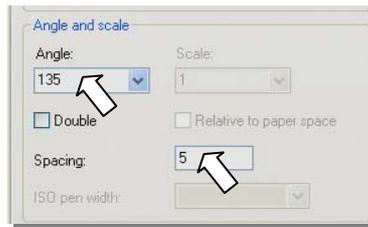

Рис. 7.33. Установка параметров штриховки
3. В поле **Angle** (Угол) установите из раскрывающегося списка угол штриховки 135°. В поле **Spacing** (Интервал) задайте расстояние между линиями штриховки 5 мм (рис. 7.33).